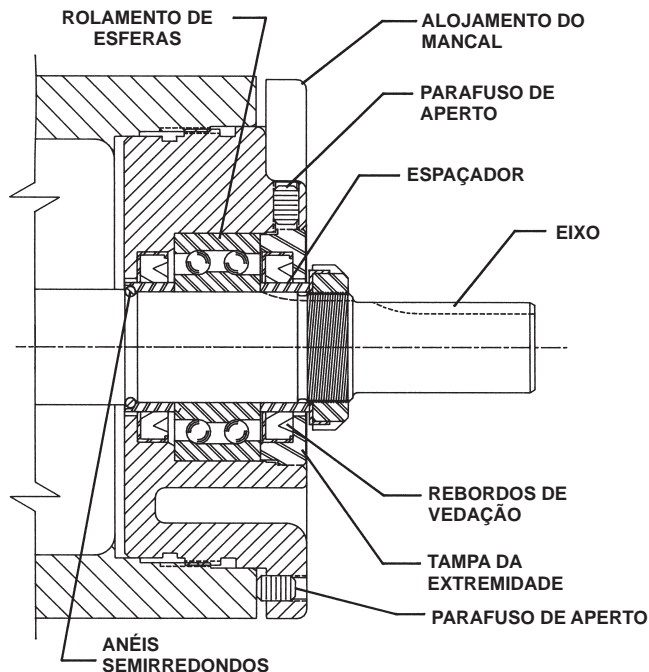

FIGURA 7
4. Solte dois parafusos de regulagem na frente do alojamento do mancal e remova a montagem do alojamento do mancal do suporte. **Consulte a Figura 7.**